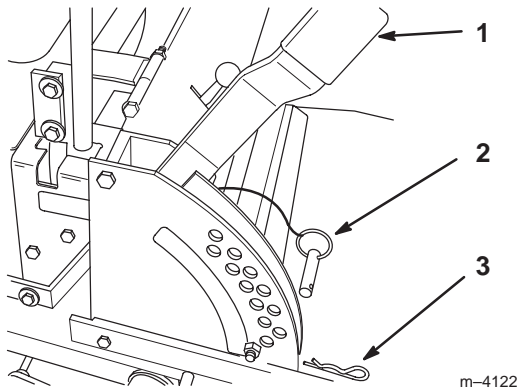

Figure 16
1. Relevez le levier de sélection de hauteur de coupe en position de transport (qui correspond aussi à la hauteur de coupe de 114 mm [4-1/2 pouces]) (Fig. 16).
2. Pour changer de hauteur de coupe, retirez la goupille fendue et l'axe de chape du support de hauteur de coupe (Fig. 16).
3. Placez l'axe de chape dans le trou du support correspondant à la hauteur de coupe voulue (Fig. 16).
4. Fixez l'axe de chape avec la goupille fendue (Fig. 16).
5. Abaissez le levier de sélection de hauteur de coupe jusqu'à l'axe de chape (Fig. 16).